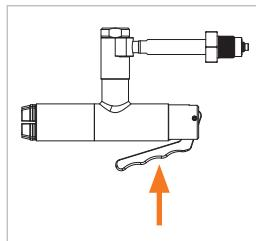

Figure 1
- ▶ Actionner le levier à main (Pos. 2) (*Figure 1*). Les mâchoires de serrage s'ouvrent.
- ▶ Insérer le connecteur, avec le levier à main (pos. 2), et le placer dans l'axe et en butée sur la pièce d'essai. Le joint frontal est ainsi préservé des dommages causés par d'éventuels bords saillants sur la pièce d'essai et sur le connecteur et le bon raccordement est garanti.